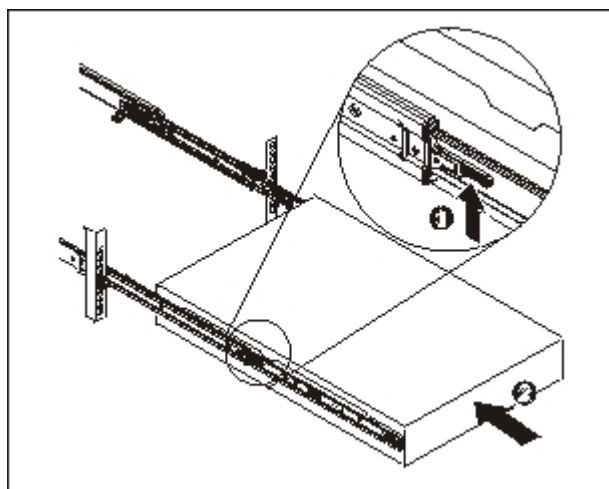

図 14. アプライアンスをラックにスライドさせて入れる
6. 図 14 に示されているように、アプライアンスをラックにスライドさせて入れます。